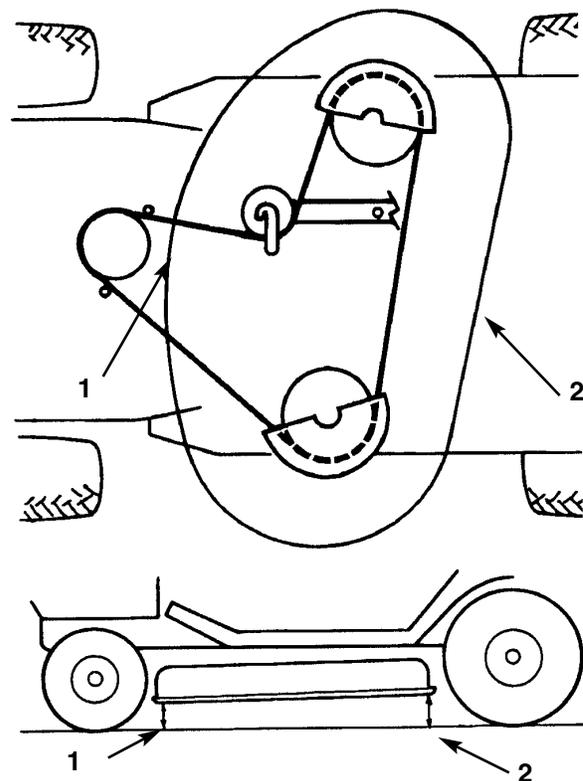

Bild 51
7. Um die Messerneigung von vorne nach hinten einzustellen, die Befestigungsschrauben der vorderen Gelenkplatte etwas lockern (Bild 51).